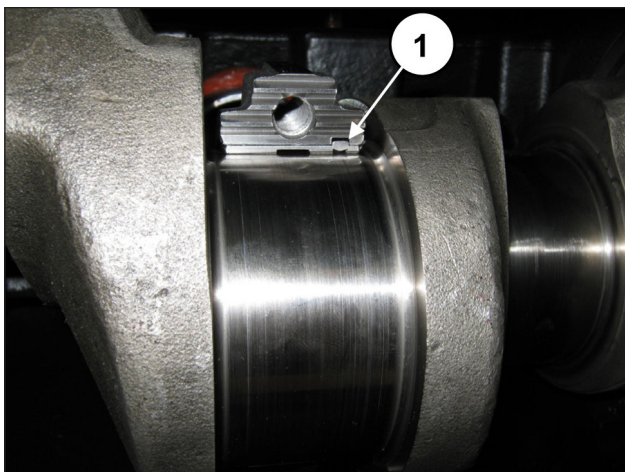

Рис. 66
паз на половинке шатуна (поз. ①, Рис. 66).**